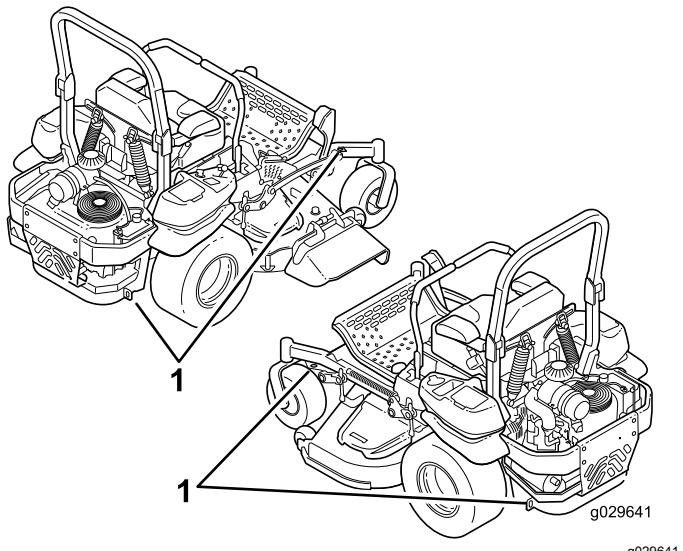

Figure 41
- Servez-vous des points d'attache en métal de la machine pour l'arrimer solidement sur la remorque ou le véhicule de transport au moyen de sangles, chaînes, câbles ou cordes (Figure 41).